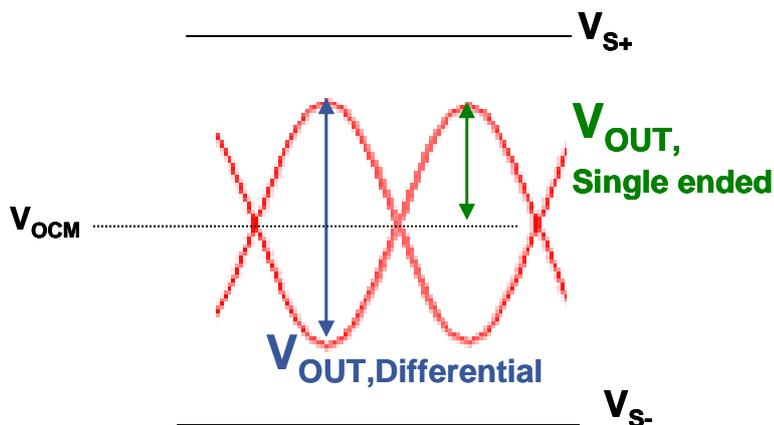

图 2 差分信号
中心，如图 2 所示。差分信号包含差模信号和共模信号两个部分，差模与共模的定义分别为 $V_{diff}=(V_{out+} - V_{out-})/2$ ， $V_{ocm}=(V_{out+} + V_{out-})/2$ 。
2. 差分信号的摆幅是单端信号的两倍。如图 2 所示，绿色表示的是单端信号的摆幅，而蓝色的表示的差分信号的摆幅。这样，在同样电源电压供电的条件下，使用差分信号增大了系统的动态范围，适于单电源低电压供电系统的应用。